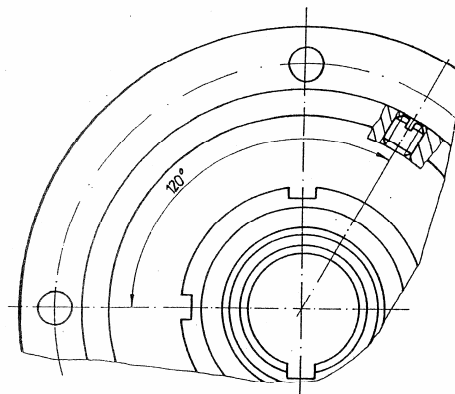

Bild 9
Die Kupplungen sind bei dreischichtigem Betrieb und Auslastung der zulässigen Gleithäufigkeiten und -zeiten nach KWN 26000 bezüglich des Ölstandes täglich zu kontrollieren. Eine einfache Kontrolle des Ölstandes ist möglich, indem die Kupplung so gedreht wird, dass die Verschlusschraube (8) des Gehäuses die in Bild 9 angegebene Stellung einnimmt. In dieser Stellung muss der Ölspiegel bis zur Einfüllöffnung reichen. Gegebenfalls ist Schmieröl nachzufüllen.